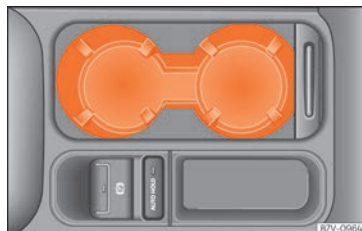

Fig. 169 Console centrale avant : porte-gobelets.
- Pour ouvrir, déplacer la trappe vers l'arrière » **fig. 169.**